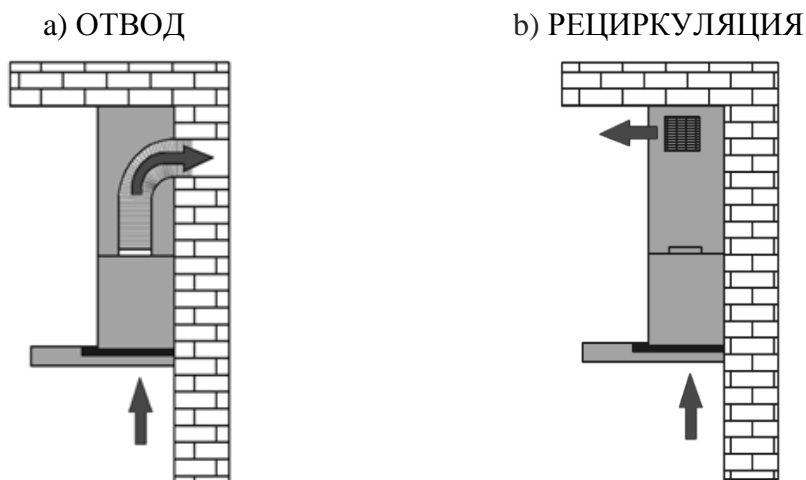

Рис. 4
1) Отвода (рис. 4а) – воздух удаляется из помещения через соединение вытяжки с вентиляционным каналом жестким пластиковым воздуховодом или гофрированным шлангом диаметром в 100 мм (с применением соответствующего переходника), или с помощью металлических труб, соединительных колен и вентиляционных решеток с квадратным сечением 90х90 мм. И, таким образом, все кухонные испарения, запахи, гарь и копоть, проходя через многоразовые алюминиевые жиросоудаивающие фильтры, выводятся за пределы помещения. При данном режиме работы нет необходимости устанавливать угольные фильтры. Режим отвода является наиболее эффективным, поскольку вытяжка удаляет все кухонные испарения за пределы кухни в вентиляционную шахту.
2) Рециркуляции (рис. 4б) – внутренняя циркуляция воздуха через угольные фильтры (рис. 3). Вытяжка в данном случае не подключается к вентиляционной шахте и, таким образом, воздух просто прогоняется через вытяжку внутри кухни.